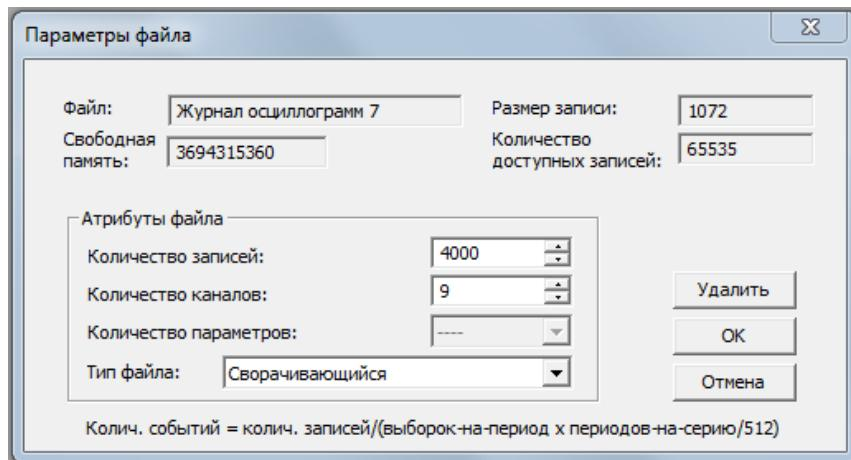

Рисунок 106 – Окно настроек «Параметры файла»
2. Дважды щёлкните левой кнопкой мыши на строке с желаемым номером файла журнала осциллографм. Дальнейшие настройки выполняются в открывшемся окне настроек «Параметры файла» (рисунок 106).